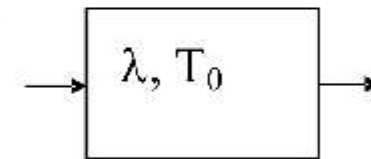

Рисунок 1
Если рассмотреть объект, состоящий из одного блока (Рисунок 1), то можно получить, используя (8):